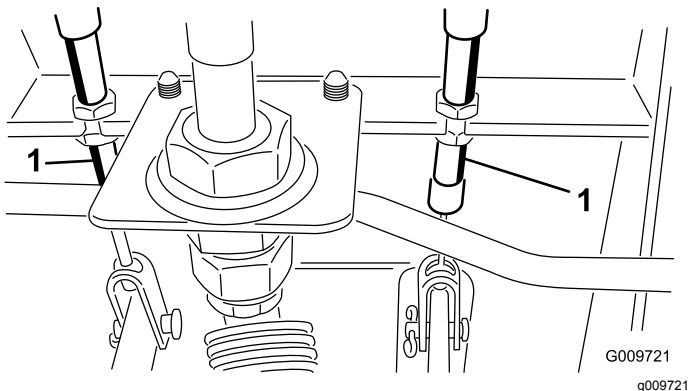

Figura 58
- A. Allentate il dado anteriore sull'estremità filettata del cavo del freno (Figura 58).